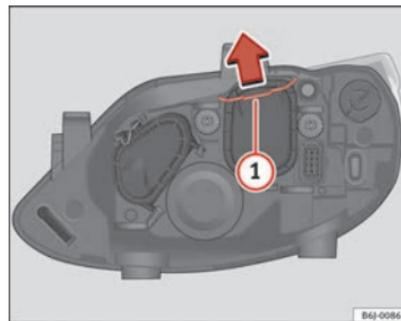

Fig. 141 Feux de croisement
- Déplacez le tirant ⇒ fig. 141 1 dans le sens de la flèche puis retirez le cache.